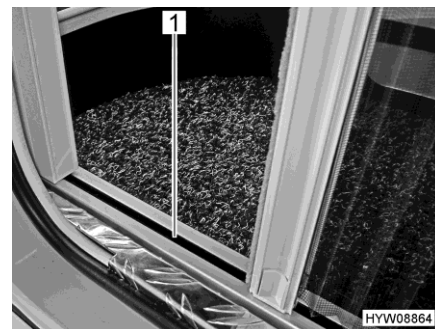

Fig. 57 Protezione contro gli insetti (guida inferiore)
- ▷ Durante l'apertura e la chiusura, afferrare la barra di presa con entrambe le mani. In questo modo è possibile limitare la possibilità che la protezione contro gli insetti si inceppi nelle guide (Fig. 57,1).